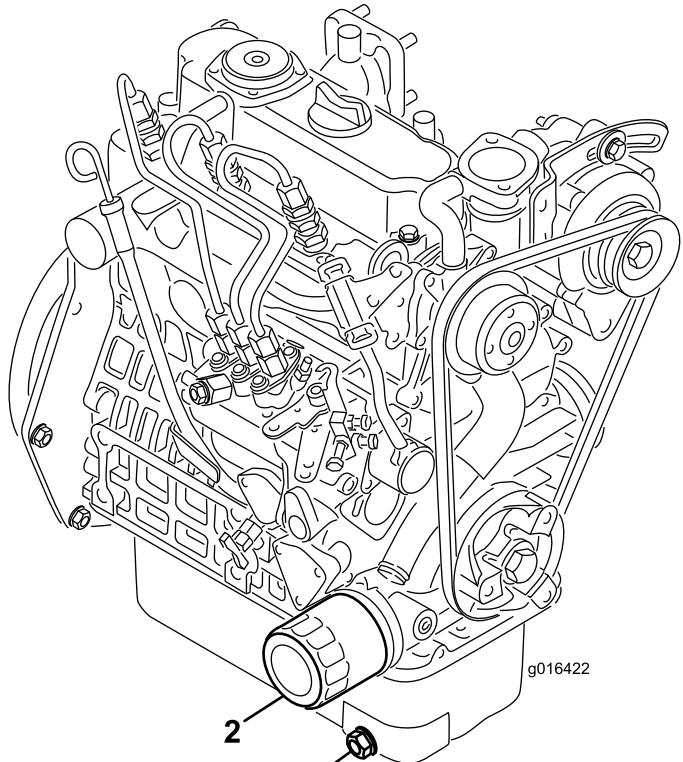

图34
1. 拆下排油塞 图34 让油流入放油盘。油不再流时安装排油塞。